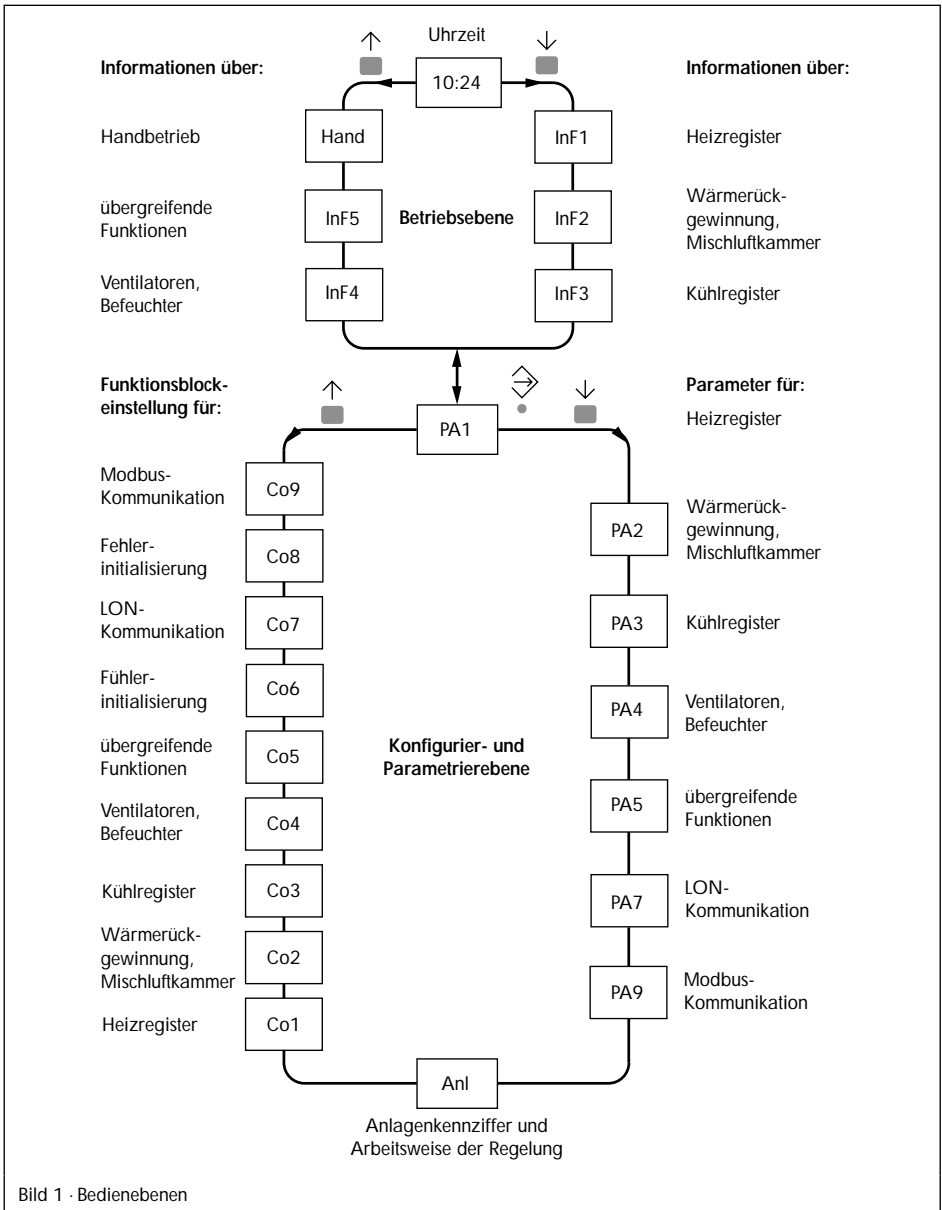

Bild 1 - Bedienebenen
In Bild 1 sehen Sie die Ebenenstruktur des Lüftungsreglers TROVIS 5177. Das Bild zeigt auch die Bedienschritte, um die einzelnen Ebenen zu erreichen. Das Gerät hat zwei Hauptebenen: zum einen die Betriebsebene und zum anderen die Konfigurationsebene. Zwischen diesen beiden wird mit der Umschalttaste (C) hin und her geschaltet. Die Betriebsebene enthält die Info-Ebenen, außerdem ist in der Betriebsart Handbetrieb noch eine Handebene zugänglich. Die Konfigurationsebene beinhaltet die Parameterebenen, die Anlagenkennzifferenebene und die Konfigurationsebenen. Die Info-, die Parameter- und die Konfigurationsebenen sind mit einem Index 1 bis 9 versehen, der in allen drei Ebenen gleich ist. So bezeichnen Inf1, PA1 und Co1 (Index 1) stets Angaben für das Heizregister. Alle weiteren Indizes sind in der nebenstehenden Tabelle veranschaulicht. Normalerweise befindet sich der Lüftungsregler in der Betriebsebene mit Anzeige der Uhrzeit, in Bild 1 mit "10:24" dargestellt. Außer der Uhrzeit werden im Display symbolisch die Anlage dargestellt und Symbole angezeigt, welche die Betriebsart und den Betriebszustand kennzeichnen. Eine Übersicht der wichtigsten Symbole finden Sie auf Seite 145.